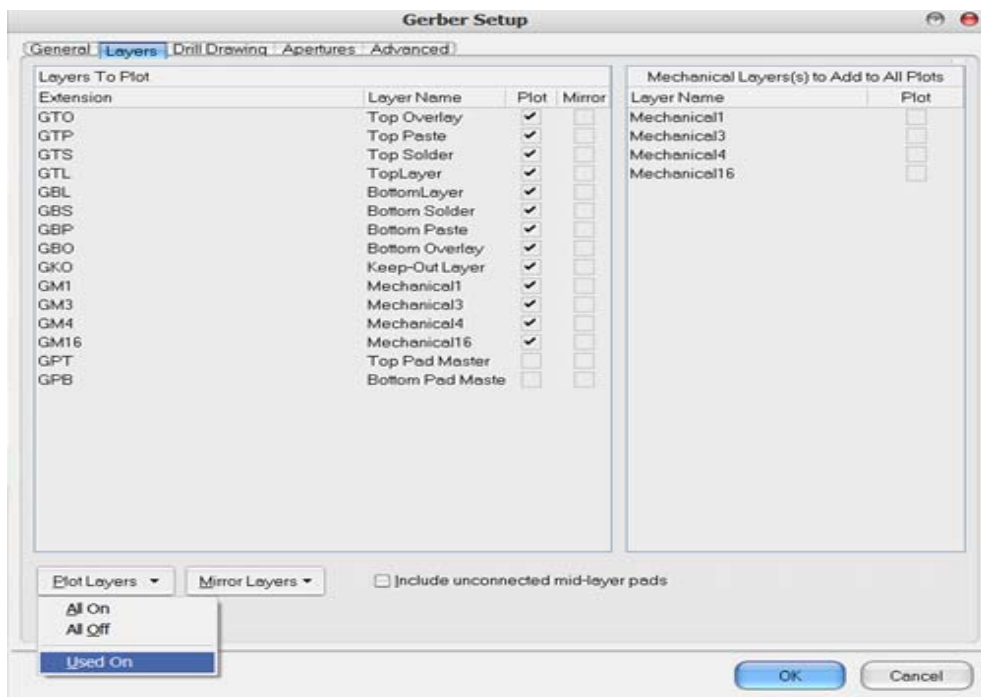

图12-11 Gerber绘制输出层设置
3. 单击 **Layers** 标签，用户进行Gerber绘制输出层设置，然后单击 **Plot Layers** 按钮，并选择**Used On**。然后单击 **Mirror Layers** 按钮，并选择**All Off**。然后在**Mechanical Layer** 标签项选择**PCB** 绘图所用外形的机械层（图12-11）。当然在这里用户也可以根据需求或者**PCB**板的要求来决定一些特殊层是否需要输出，比如单面板和双面板，多层板等等。